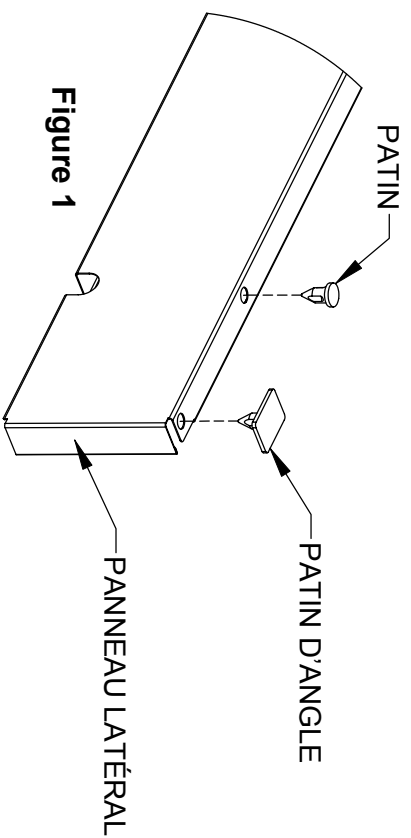

Figure 1
Étape 2 : Placer le PANNEAU LATÉRAL sur le bord avec la collerette à 5 trous en haut. Aligner le PATIN D'ANGLE en longueur sur le panneau et en insérer un dans chaque trou d'extrémité. Insérer le PATIN en plastique marron dans les trois trous restants, tel qu'illustré à la Figure 1. **Remarque :** Ne pas trop forcer au risque d'endommager le panneau. Répéter la procédure avec l'autre panneau latéral.